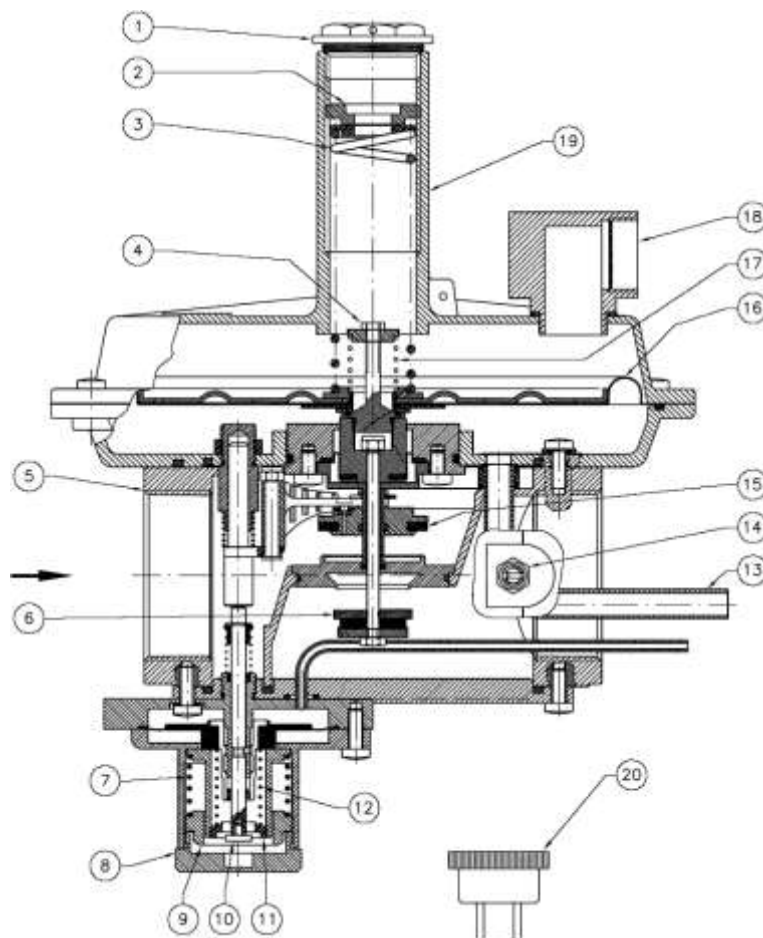

Рис. 1
Регулятор (рис. 1) состоит из: запорный колпачок (регулятор) (1); регулировочный винт выходного давления (2); пружина настройки выходного давления (3); настройка сбросного клапана (4); корпус (5); затвор регулятора (6); пружина настройки ПЗК по избыточному давлению (7); защитный колпачок (ПЗК) (8); регулировочный винт ПЗК по избыточному давлению (9); рычаг взвода ПЗК (10); настройка ПЗК по недостаточному давлению (11); пружина настройки ПЗК по недостаточному давлению (12); встроенная импульсная трубка (13); штуцер измерения давления на выходе (14); затвор ПЗК (15); рабочая мембрана (16); пружина сбросного клапана (17); сбросное отверстие избыточного давления  $G \frac{3}{4}$ " (18); воронка (19); ключ для настройки ПЗК (20).
Регулятор (рис. 1) состоит из: регулировочный винт выходного давления (1); пружина настройки выходного давления (2); пружина настройки ПСК (3); верхний диск мембраны (4); винты (5); корпус (6); защитный колпачок ПЗК (7); затвор ПЗК (8); нижняя крышка (9); гайка обтюратора (10); корпус отсека мембраны (11); компенсирующая мембрана (12); пружина возврата штока ПЗК (13); рабочая мембрана ПЗК (14); пружина настройки ПЗК по избыточному давлению (15); регулировочный винт ПЗК по избыточному давлению (16); настройка минимального предела ПЗК (17); регулировочный винт ПЗК по недостаточному давлению (18); пружина настройки ПЗК по недостаточному давлению (19); воронка (20); шток обтюратора (21); обтюратор (22); штуцер измерения давления на выходе (23); рабочая мембрана (24); антипылевой колпачок (25); винт настройки ПСК (26); защитный колпачок (регулятора) (27); ключ для настройки ПЗК (28).